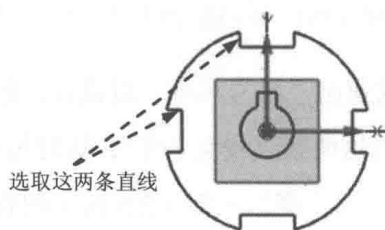

图 1.2.11 等长约束 1
Step9. 添加几何约束。单击“约束”按钮，系统弹出“几何约束”对话框。根据系统“选择要约束的对象”的提示，单击按钮，选取图 1.2.11 所示的两条直线，则两条直线上会